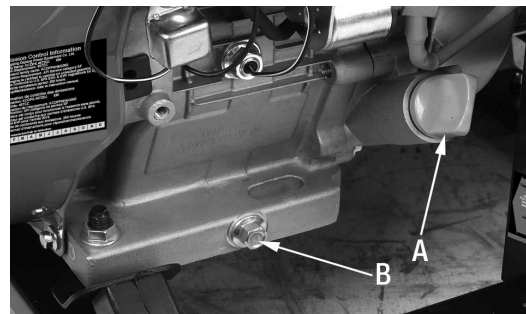

Figure 13
- 1) Desserrez le jauge à niveau l'huile (A) Fig.13.
- 2) Placez un contenant sous le boulon hexagonal d'écoulement (B), retirez le boulon hexagonal (B) et vidangez.
- 3) Une fois que l'huile est complètement écoulé, reserrez le boulon hexagonal (B).